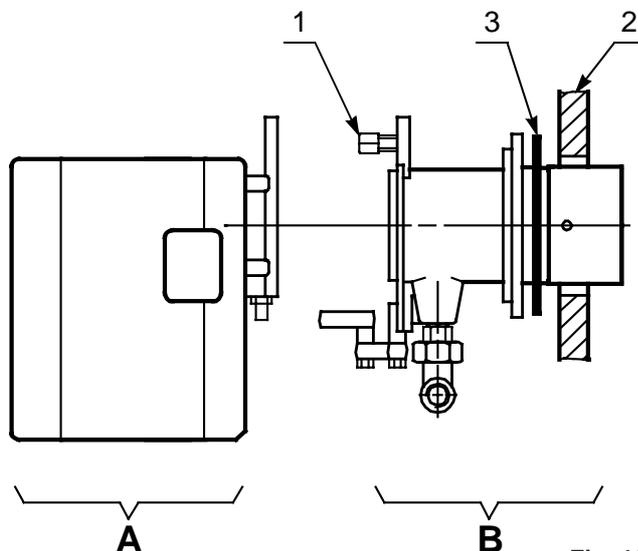

Fig. 10
- Separare la testa di combustione dal resto del bruciatore togliendo il dado 1) e sfilando il gruppo A)(Fig. 10).
- Fissare il gruppo B)(Fig. 10) alla piastra 2) della caldaia interponendo lo schermo isolante 3) fornito a corredo.